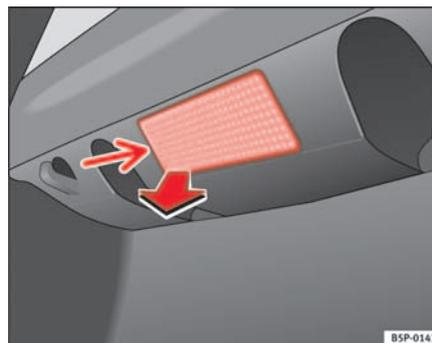

Fig. 187 Luz maletero
- Extraiga la tulipa haciendo presión sobre el borde de la parte interior de la misma -flecha- con ayuda de un destornillador por su parte plana. ⇒ fig. 187 ▶